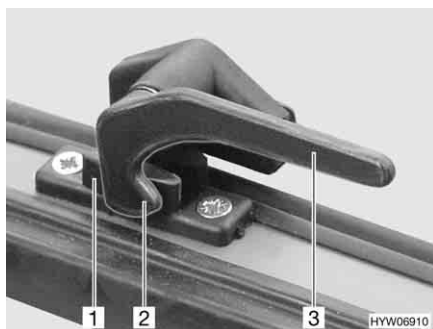

Bild 56 Låsarm i läget "stängd"
- Sväng låsarmen (Bild 56,3) ett kvarts varv mot fönstrets mitt.
- Sväng låsarmen (Bild 56,3) ett kvarts varv mot fönsterkarmen. Låsspaken (Bild 56,2) är placerad på insidan av fönsterlåset (Bild 56,1).
- I läget "helt stängt" (Bild 56)